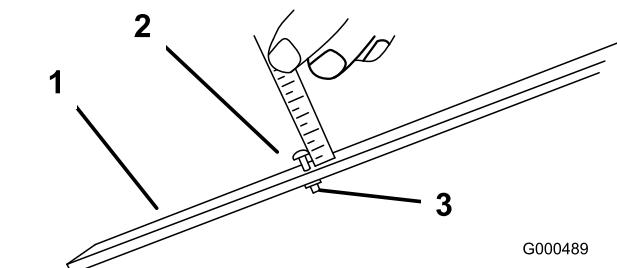

Рисунок 9
2. Ослабьте гайку на измерительной планке и установите болт регулировки высоты на требуемую высоту скашивания (Рисунок 9). Расстояние между